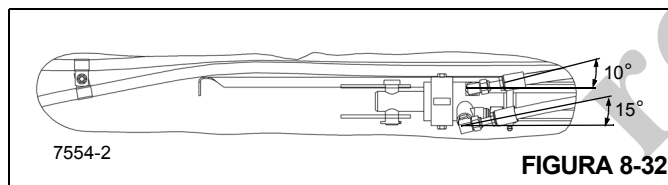

FIGURA 8-32
**NOTA:** Mantenha as conexões e mangueiras hidráulicas próximas às cantoneiras mostradas e o mais baixo possível para evitar que se friccionem na placa superior e lateral da viga e para que sejam tracionadas corretamente durante a extensão e retração da viga Figura 8-32.